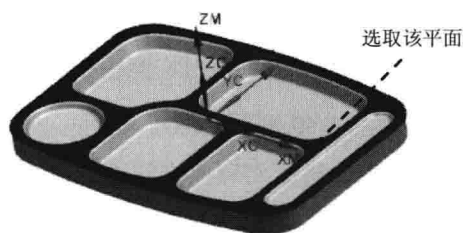

图 1.18 选取切削区域
Step2. 选取图 1.18 所示的面为切削区域, 在“切削区域”对话框中单击 按钮, 完成切削区域的选取, 同时系统返回到“面铣削区域”对话框。